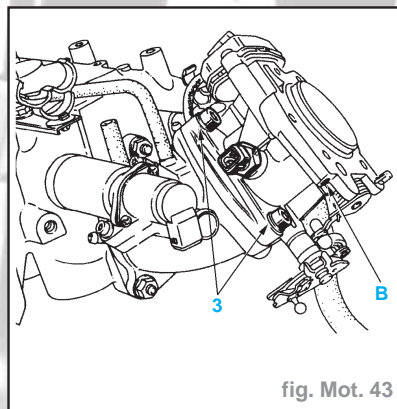

fig. Mot. 43
- Déposer les trois vis (3) de fixation du boîtier papillon et déposer celui-ci (fig. Mot. 43).